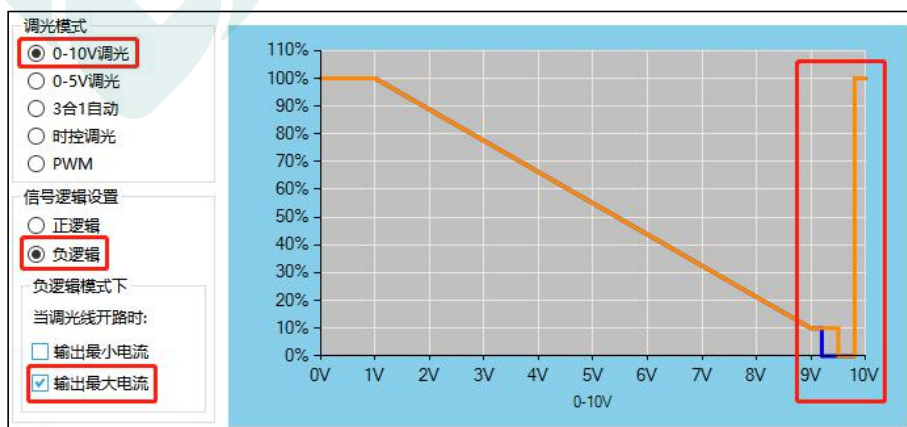

图 5.8.4 0-10V 调光，负逻辑，输出最大电流曲线图
②在负逻辑的情况下，勾选“输出最大电流”，当调光线开路时，会输出最大电流。例如选择“0-10V 调光”，“负逻辑”，“输出最大电流”，如图 5.8.4 所示。